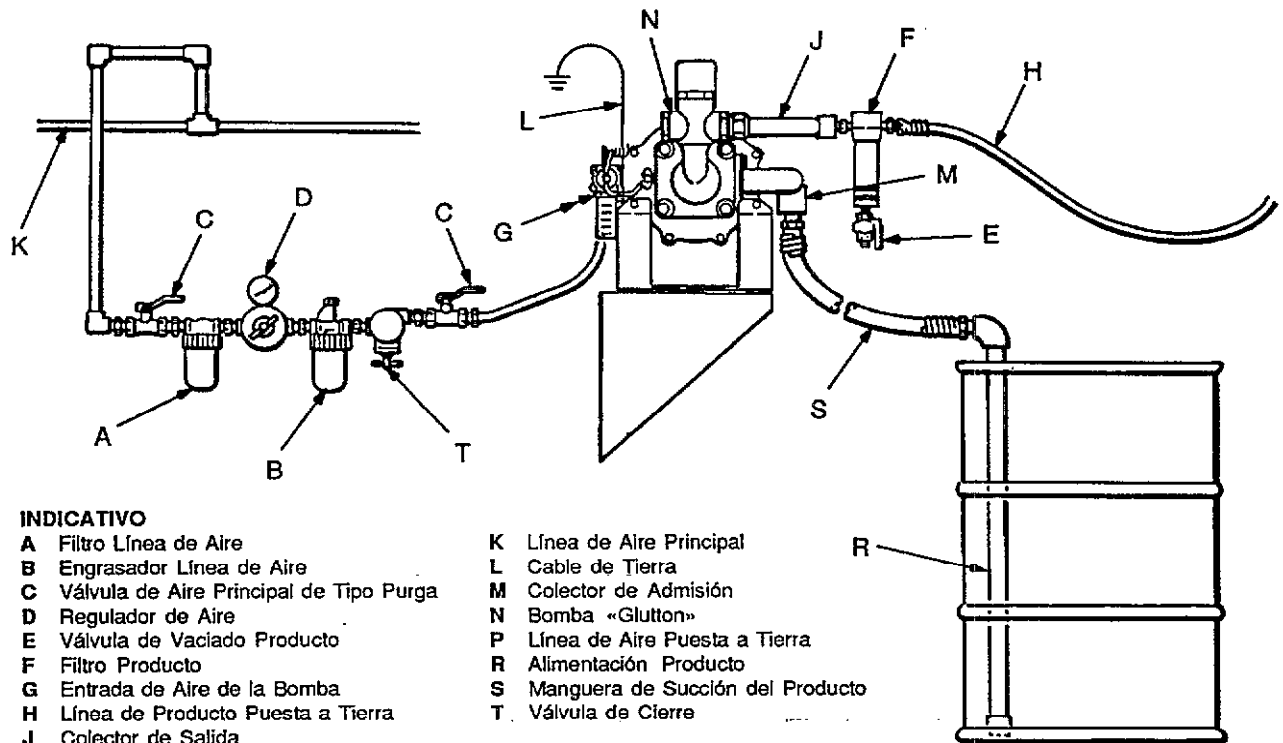

Fig. I-1
1. Bombas Series 400 y 1200: Montar la bomba con los acumuladores en la posición superior como se muestra en la Figura I-1. Los acumuladores deben estar colocados en la posición indicada o, en su defecto, la bomba no podrá ser cebada.